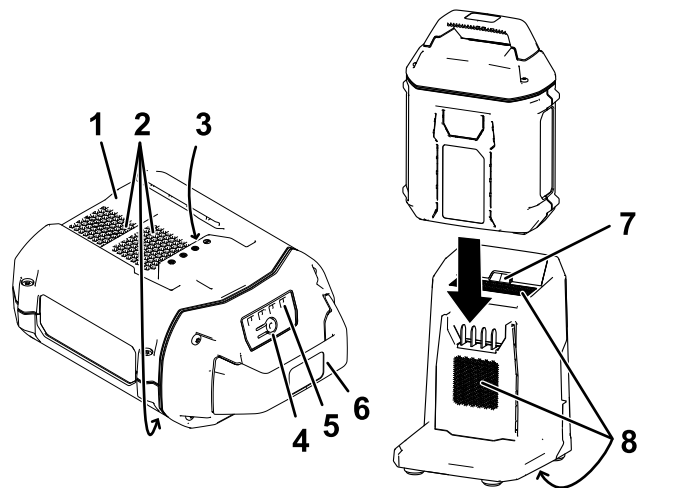

Figura 15
2. Allineate la cavità nel pacco batteria (Figura 15) con la linguetta sul caricabatterie.
3. Fate scorrere il pacco batteria nel caricabatteria fino a quando non è completamente in sede (Figura 15).